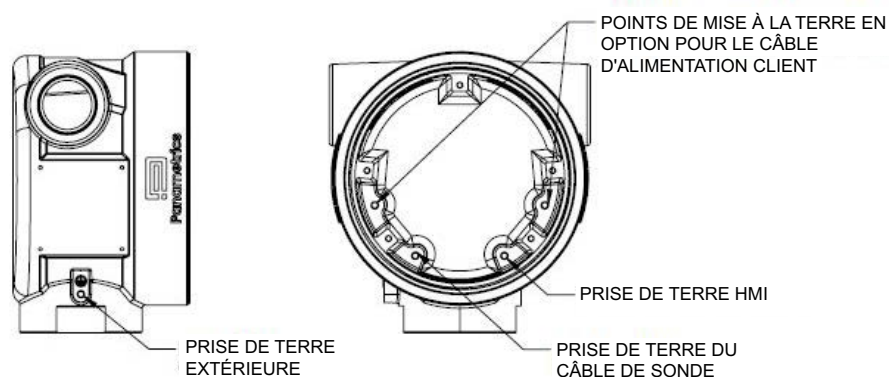

Figure 12 : Schéma de mise à la terre HygroPro XP
Étape 5 : faites passer l'alimentation (câblée conformément à la section 1.4 "Câblage du transmetteur") à travers l'entrée de câble sur le boîtier. Effectuez la connexion avec l'arrière de la carte mère. Si nécessaire, fixez le fil de mise à la terre du câble d'alimentation au point de mise à la terre spécifié sur la Figure 12 « Schéma de mise à la terre HygroPro XP ».
La *Figure 12* montre les points de mise à la terre sur le boîtier, internes et externes, qui doivent être respectés dans toutes les configurations de câblage.
Il est nécessaire de procéder à une mise à la terre correcte du boîtier de l'HygroPro XP via la vis de terre externe située sur le boîtier (voir *Figure 12*) pour éviter tout choc électrique. Toutes les vis de mise à la terre doivent être serrées à la main uniquement, à 10 lb-po.